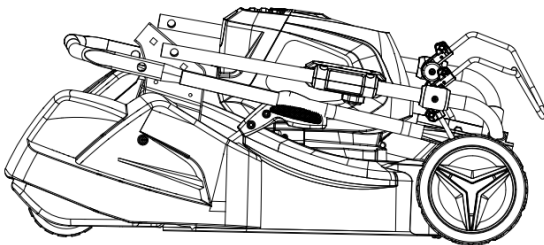

Fig. 13
4. Store the mower flat. (Fig. 13).